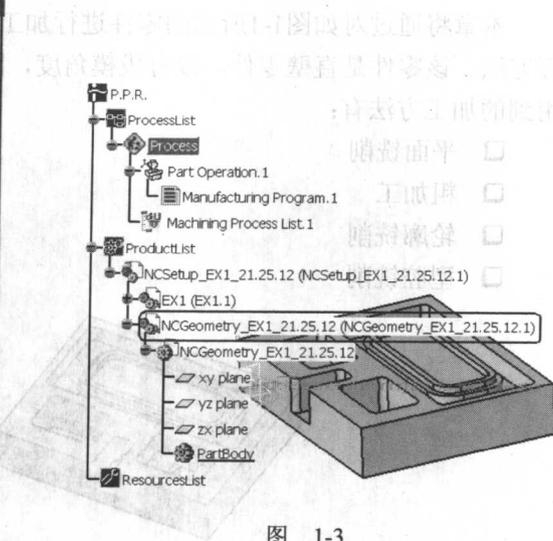

图 1-3
(2) 选择 Start → Machining → Surface Machining 命令，进入数控加工的曲面加工模块。首先进入这个模块是因为需要在这个模块中调用建立毛坯零件功能来建立毛坯。进入加工模块后，特征树如图1-3所示。特征树主要含有3个结点，加工过程结点 ProcessList 包括加工零件设置、加工方法和刀路等；加工产品结点 ProductList 包括进行加工的目标零件、毛坯零件和辅助几何元素等；加工资源结点 ResourcesList 包括用于加工的数控机床和加工刀具等。在图1-3中，方框处的结点就是选中  Create a CATPart to store geometry 复选框后所生成的辅助几何结点。
(3) 在曲面加工模块中，单击“建立毛坯零件 (Creates Rough Stock)”按钮 ，弹